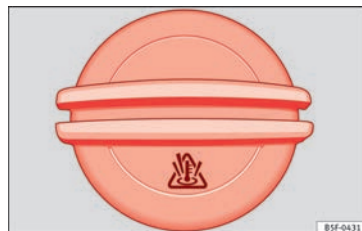

Fig. 171 En el vano motor: Tapón del depósito de expansión del líquido refrigerante.
- El depósito de expansión del líquido refrigerante se reconoce por el símbolo  del tapón » fig. 171.